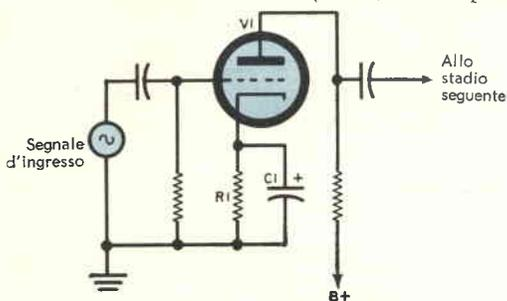

Fig. 1 - Esempio di bypassaggio del resistore di catodo in un tipico stadio amplificatore ad audiofrequenza.
**Consigli per la costruzione** - L'unità è montata in una scatola di alluminio delle dimensioni di 18 x 13 x 8 cm, nella quale le prese sono installate alle due estremità (fig. 1). In fig. 2 è riportato il circuito elettrico dell'unità, in fig. 3 il piano di foratura del telaio ed in fig. 4 i dettagli dei collegamenti. Le sigle e le frecce riportate sui pannelli frontali in corrispondenza dei vari commutatori illustrano le funzioni dei
**Amplificatore ad audiofrequenza** - In un tipico amplificatore ad audiofrequenza, quale ad esempio quello illustrato in *fig. 1*, il condensatore C1 viene usato per bypassare le frequenze audio sul resistore di catodo R1. Se il condensatore C1 viene omesso o se non funziona in modo adeguato, la compo-